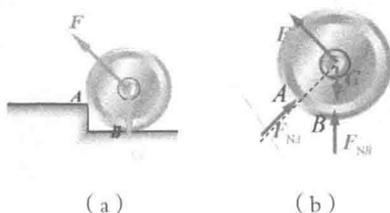

图 1-11
例 1-1 碾子重为 G ，拉力为 F ， A 、 B 处光滑接触，如图 1-11 (a)，画出碾子的受力图。
解：(1) 取碾子为研究对象，画出其分离体图 1-11 (b)。
(2) 分析并画出主动力，重力 G 和拉力 F 。
(3) 分析并画出约束力 F_{NA} 和 F_{NB} 。